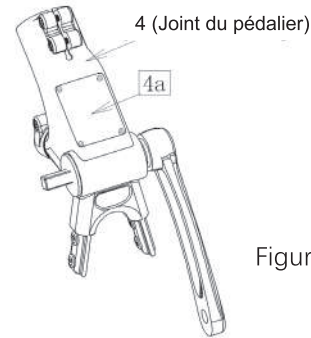

Figure 7.
a. Utilisez une clé Allen de 3 mm pour retirer les 4 boulons et enlever le couvercle (4a) de la pièce 4, comme indiqué sur la Figure 7.